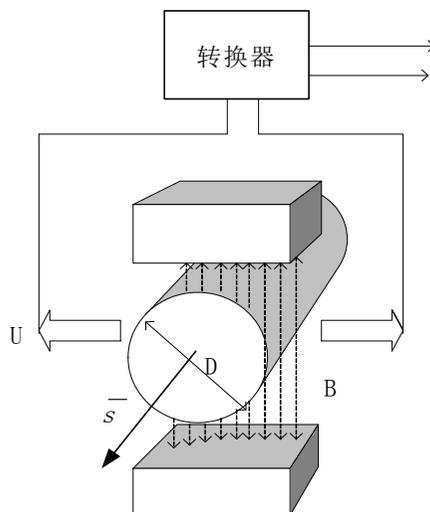

图 1.1 电磁流量计工作原理
在图 1-1 中，当导电流体以平均流速 V (m/s) 通过装有一对测量电极的一根内径为 D (m) 的绝缘管子流动时，并且该管子处于一个均匀的磁感应强度为 B (T) 的磁场中。那么，在一对电极上就会感应出垂直于磁场方和流动方向的电动势 (E)。由电磁感应定律可写做 (1) 式：